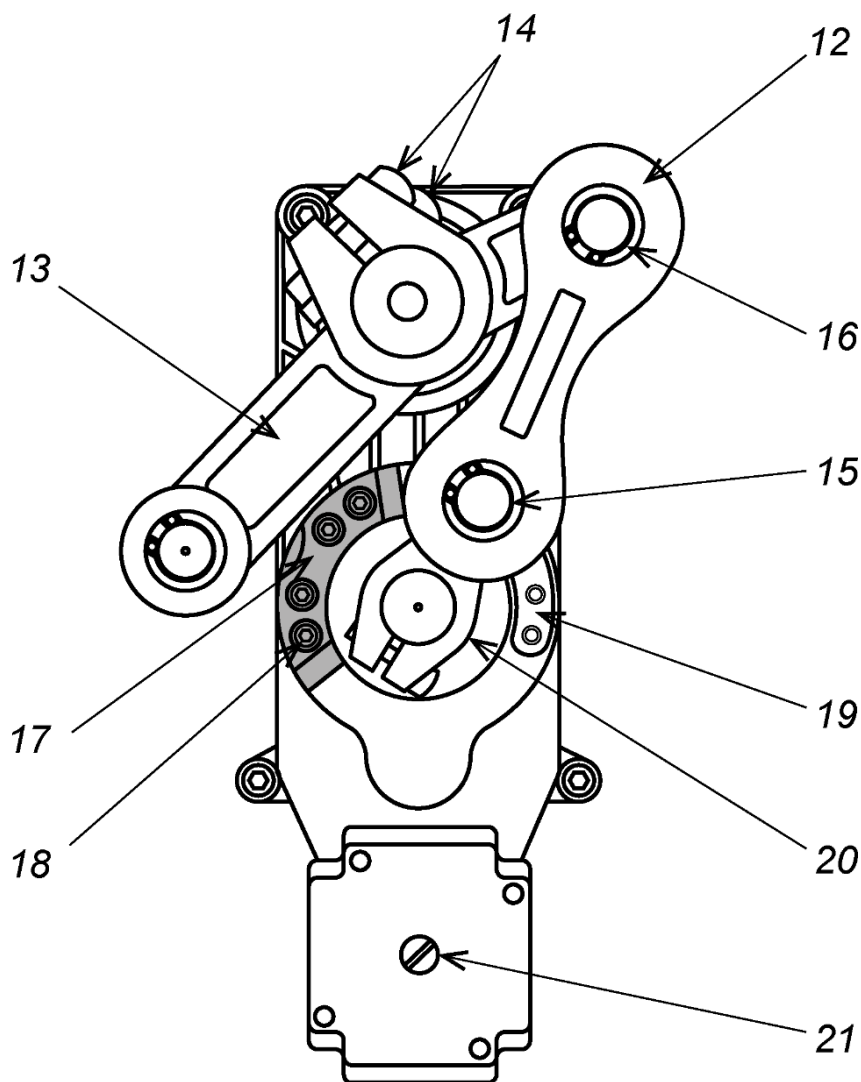

Рисунок 8. Порядок переустановки стрелы шлагбаума
По умолчанию шлагбаум поставляется с положением стрелы, рассчитанной на правосторонний проезд (стойка шлагбаума фронтальной стороной располагается справа от проезжей части). При необходимости изменения этого положения на противоположное выполните следующие действия (см. рис. 8):
Для разблокировки стрелы откройте дверцу шлагбаума и вращайте винт (ручку) разблокировки привода (21) (см. рис. 8) влево или вправо до тех пор, пока нижний шарнир шатуна (12) не выйдет из крайнего положения и стрела не станет поддаваться ручному воздействию вверх или вниз.